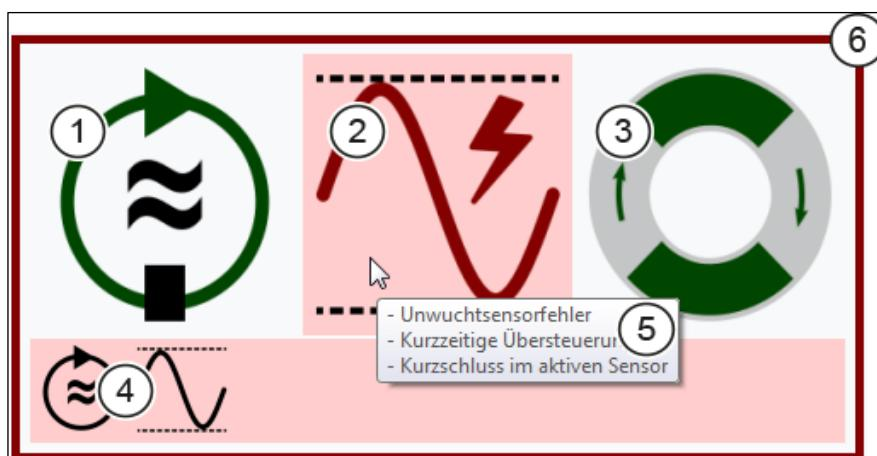

Bild 6-37 Widget „Status (Fehler)“
- Kategorie „Drehzahl“ (Pos. 1 in Bild 6-37)
- Kategorie „Unwucht“ (Pos. 2 in Bild 6-37)
- Kategorie „Wuchtkopf/Sendeeinheit“ (Pos. 3 in Bild 6-37)
- Kategorie „Auswuchtdomäne und Auswuchtstrategie“ (Pos. 4 in Bild 6-37)
Tooltip	Jede Ikone, die einen Fehlerstatus signalisiert oder zusätzliche Informationen enthält, kann Details in einem Pop-up-Fenster (Tooltip, Pos. 5 in Bild 6-37) anzeigen. Dieses erscheint, wenn man die Maus über die Ikone positioniert.
LED L3 Systemkontrolle Auswuchten	Das Widget ist mit einem roten Rahmen (Pos. 6 in Bild 6-37) umrandet, falls ein Fehler aufgetreten ist, der dazu geführt hat, dass die LED L3 „Systemkontrolle Auswuchten“ leuchtet (siehe Abschnitt 4.3 auf Seite 22).
Die Fehler können auch in Kombination angezeigt werden, z. B. Unwuchtsensor mit Übersteuerung + Kurzschluss (siehe Pos. 2 in Bild 6-37 auf Seite 56).
Die Fehler und Informationen dieser Kategorie werden in der unteren Leiste (siehe Pos. 4 in Bild 6-37 auf Seite 56) des Widgets eingeblendet. Die Ikonen werden solange angezeigt, bis eine neue Auswuchtaktion (z. B. Auswuchten oder Neutralposition) gestartet wurde. Sie liefern Details, warum eine Aktion fehlgeschlagen ist oder Informationen, dass z. B. die Auswuchtzeit überschritten ist.